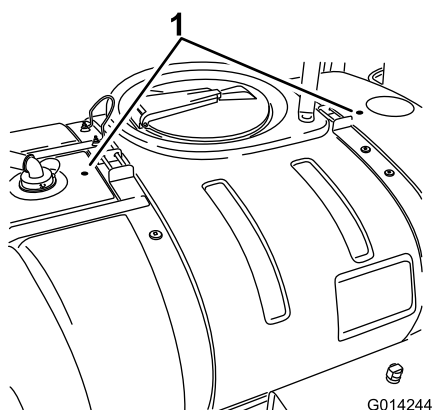

Figura 11
2. Localize as duas marcas de perfuração no depósito principal (Figura 11).